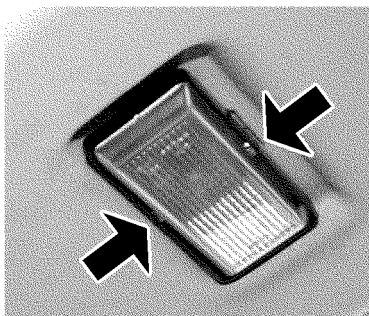

Рис. 9.51. Плафон освещения салона
**Плафон освещения салона.** Для замены ламп плафона освещения салона аккуратно с боков нажмите на рассеиватель (рис. 9.51) и снимите его.